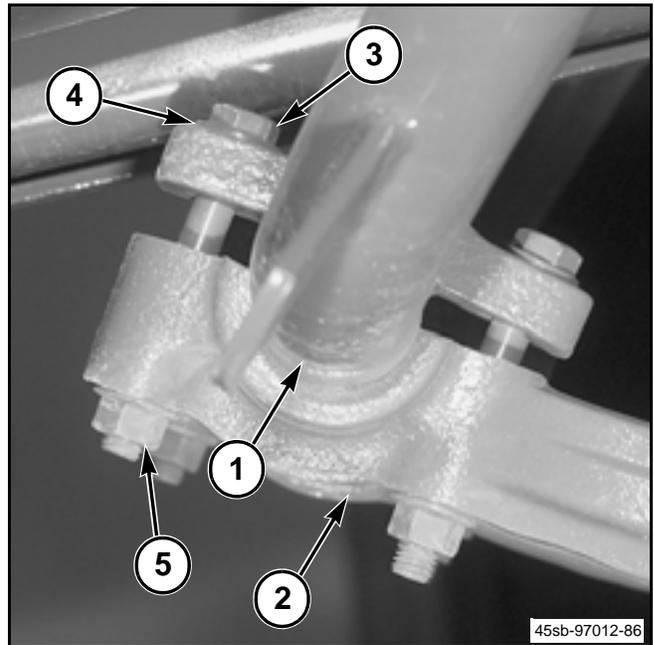

FIG. 75
FIG. 75: Asegúrese de que la superficie de montaje de las agujas (1) y la superficie del portador de agujas que hace contacto con la superficie de montaje de las agujas están limpias y lisas.